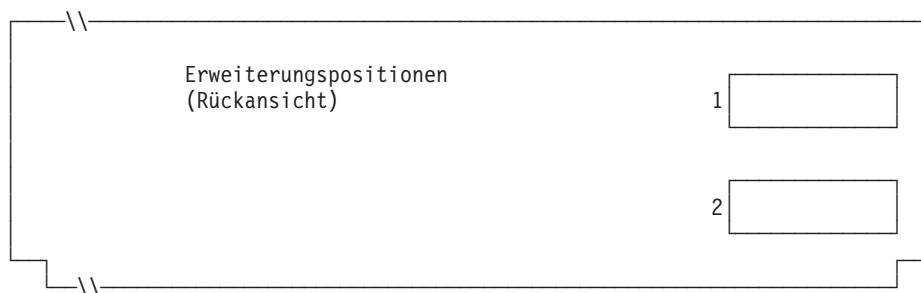

Abbildung 112. Rückseite der Kombination Handelscomputer/Datenkasse IBM 4694-2x7
4. In Abb. 112 auf Seite 339 jede Erweiterungsposition, in der ein Dual-Asynchronadapter zur **Benutzung durch die Kassenprogramme** installiert ist, mit einem X kennzeichnen. Sind die Adapter zur Benutzung durch andere Anwendungen (als die Kassenprogramme) vorgesehen, keine Kennzeichnung vornehmen.